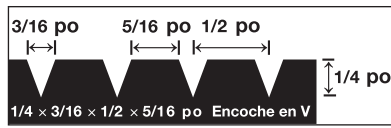

Figure 2
- Truelle à encoche en V de 6 mm x 13 mm x 8 mm (¼ po x ½ po x 3/16 po) (figure 2) ou la truelle d'un autre fabricant d'adhésif